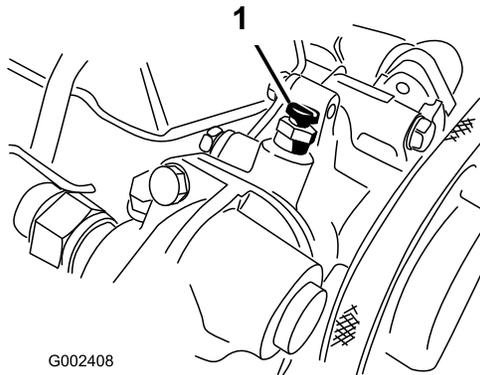

図 61
6. 水ポンプ上部についているエア抜きネジ（図 61）を開く。